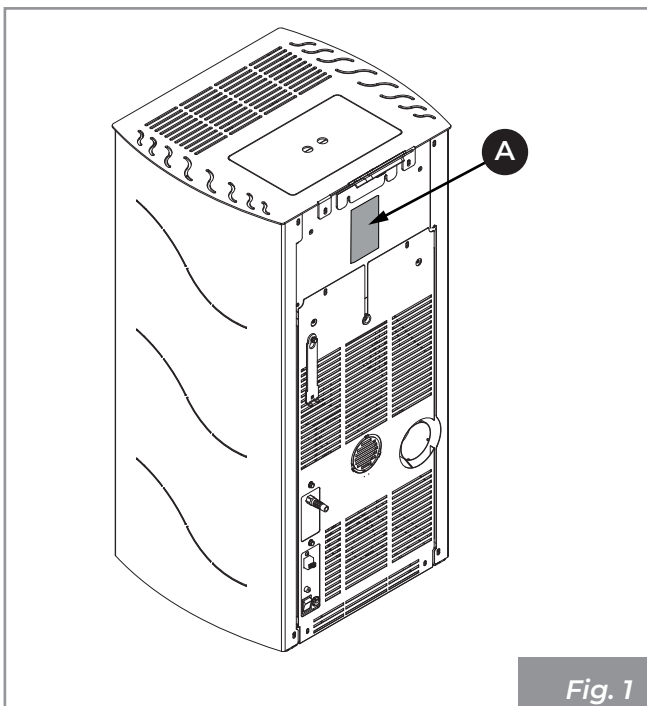

Fig. 1
La plaque signalétique (A) est située au dos (Fig. 1) et indique toutes les données caractéristiques de l'appareil, y compris les données du Fabricant, le numéro de série et la marque **CE**.